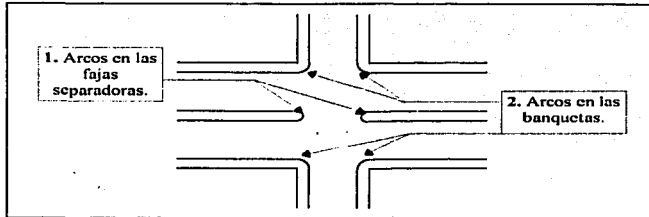

FIG. 3.3 FILLET.
1. Cuando no existe radio (radius = 0.000) tiene la función de extender las 2 líneas que seleccione, hasta que se intercepten. Si ambas líneas son paralelas creará un arco entre las dos líneas. **Ejecute** esta orden para elaborar los arcos de la faja separadora de la avenida, ver FIG. 3.3.
2. Cuando le proporcione un radio a la instrucción **fillet** tiene la tarea de crear un arco con dicho radio, entre las dos líneas que seleccione. **Aplique** esta opción con un radio de 2 m., para construir arcos en las últimas líneas que cortó, con el objeto de representar las orillas de las banquetas, ver FIG. 3.3.